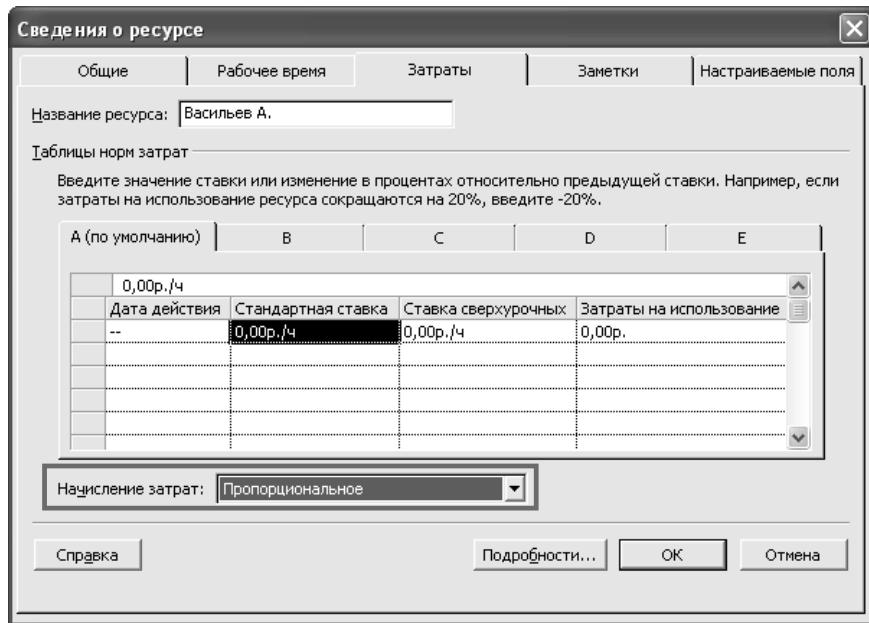

Рис. 27. Способи накопичення вартості
6. Натисніть на кнопку **OK** (рис.27).